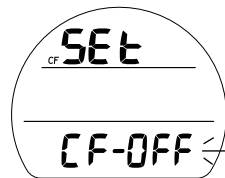

Fig. 32 - IMPOSTAZIONE
Impostazione fattore conservativo (CF). La schermata visualizza le seguenti informazioni (Fig. 32).